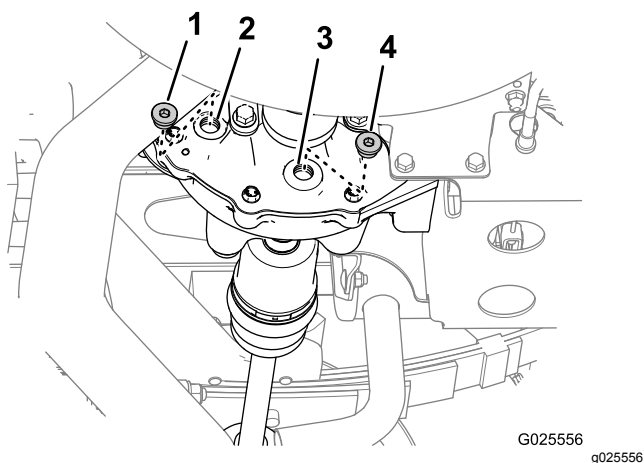

Рисунок 73
- Подставьте под пробку сливного отверстия сливной поддон (Рисунок 73).
- Снимите пробку заливного отверстия и пробку сливного отверстия дифференциала (Рисунок 73).
- Установите пробку сливного отверстия в сливное отверстие (Рисунок 73) и затяните пробку с моментом 14–19 Н·м.
- Залейте 550 мл масла указанного типа в заливное отверстие дифференциала (Рисунок 73).
- Установите пробку заливного отверстия в заливное отверстие (Рисунок 73) и затяните пробку с моментом 14–19 Н·м.